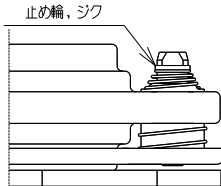

図3
- ・リング,パネウケがハブASSYに押付けられているか調べてください。(図3)